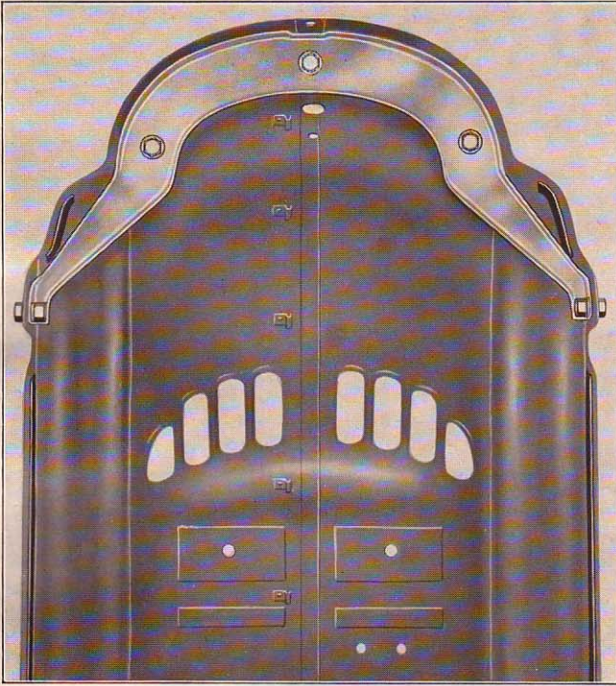

Abbildung 3
3. Spritzblech 1141 z 2261-7 befestigen, Abbildung 3.